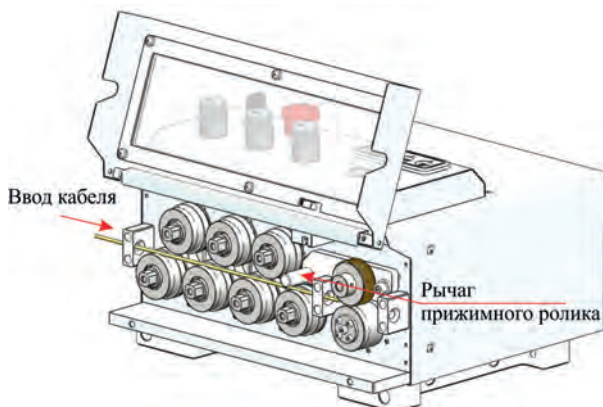

Рисунок 4.1 Установка кабеля
- 4.6.2. Установите кабельную заготовку. Для этого вставьте заготовку в отверстие подачи кабеля (см. рис. 4.1) и продвиньте ее через правильные ролики. Далее используя рычаг (см. рис. 4.1), отожмите прижимной ролик вверх и продвиньте кабель через приводные ролики, отпустите рычаг. Закройте защитную крышку.